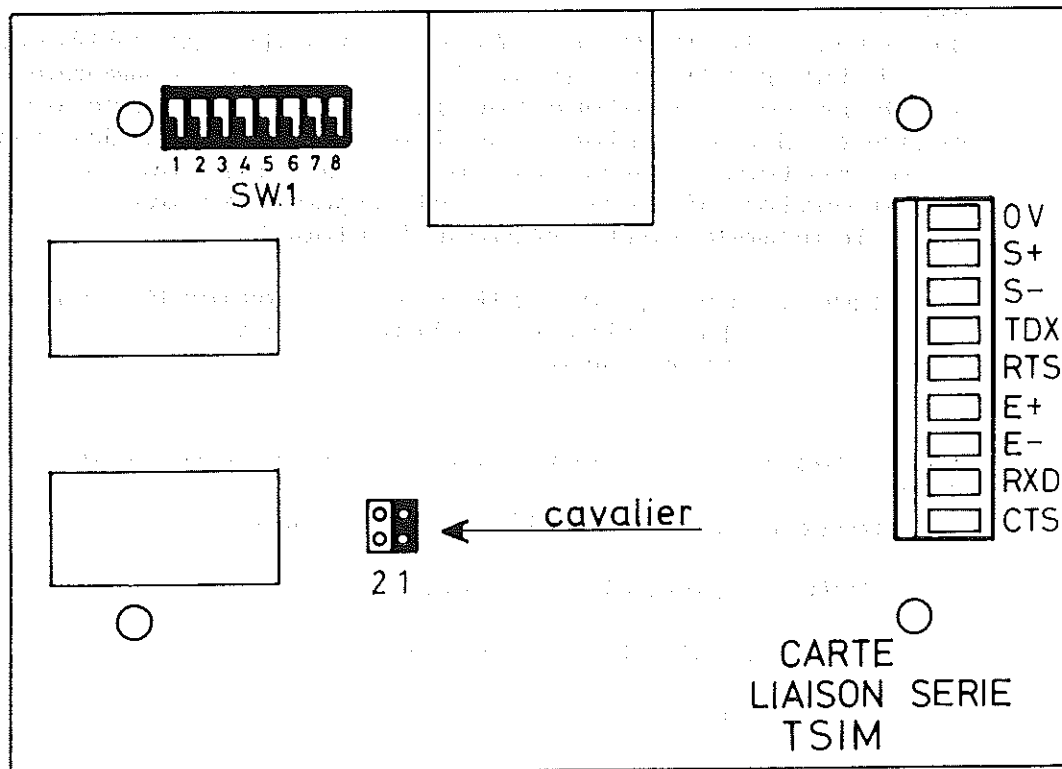

fig 1
2.3 Raccorder la liaison série au moyen du connecteur débrochable 9 points situé sur la carte liaison série, en suivant les indications de la sérigraphie - Fig. 1 -
3.1. Sélectionner la vitesse de transmission désirée (émission et réception) au moyen des mini-interrupteurs SW1 situés sur la carte liaison série - Fig. 1 -
Position 2 = Boucle de courant 20 mA - Fig. 1 -